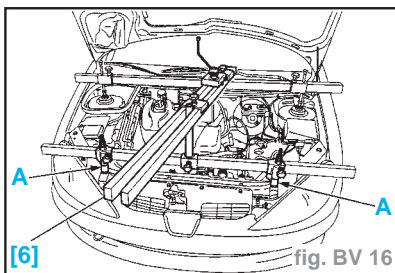

fig. BV 16
- la bielle de sélection (2) à l'aide de l'outil [1] (-).0216-G1
- la bielle de passage (3) à l'aide de l'outil [2] (-).0216-G2
- la bielle de réaction (4) à l'aide de l'outil [1]
- Mettre en place la traverse [6] (-).0009 et ses supports (fig. BV. 16).